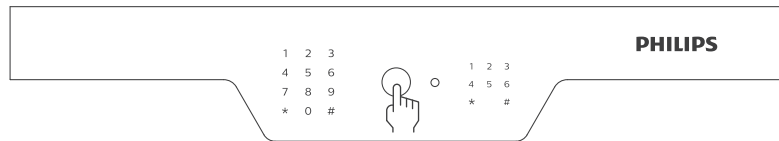

图2
1. 打开箱门，在面板电池盒里按红色设置键“”，语音提示“请输入指纹或密码”，如图2，在指纹窗口内输入指纹，语音提示“指纹配置成功”。若配置失败则提示“指纹配置失败”，8秒未输入系统自动退出。